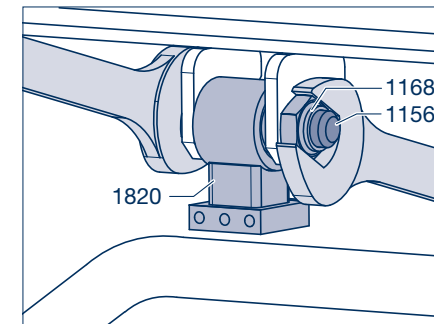

Figure 4
- [9] En cas de démontage, remonter le support (1820) de la barre stabilisatrice en U (figure 4) et visser des écrous de sûreté (1168, surplat 46) neufs à la main sur les vis à tête hexagonales (1156) sans les serrer.